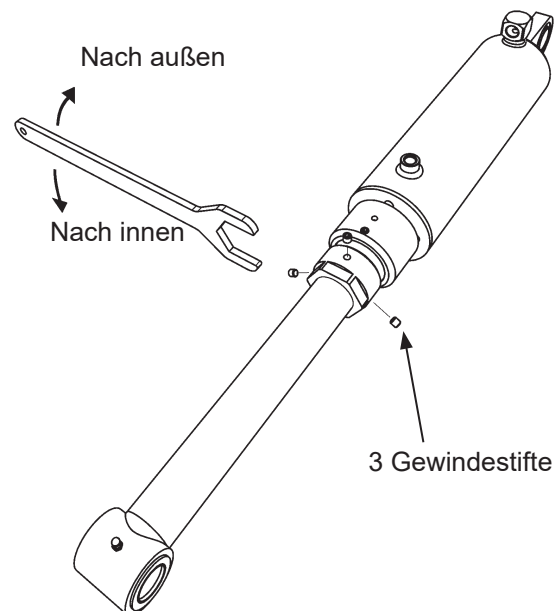

Abbildung 57. Einstellung des Neigungswinkels
5. Die drei Gewindestifte am zweiten Kippzylinder lösen. Abbildung 57.
6. Das Einstellgewinde so drehen, dass der Kippzylinder mit der Befestigung an der Ladebordwand übereinstimmt. Siehe Abbildung 57.